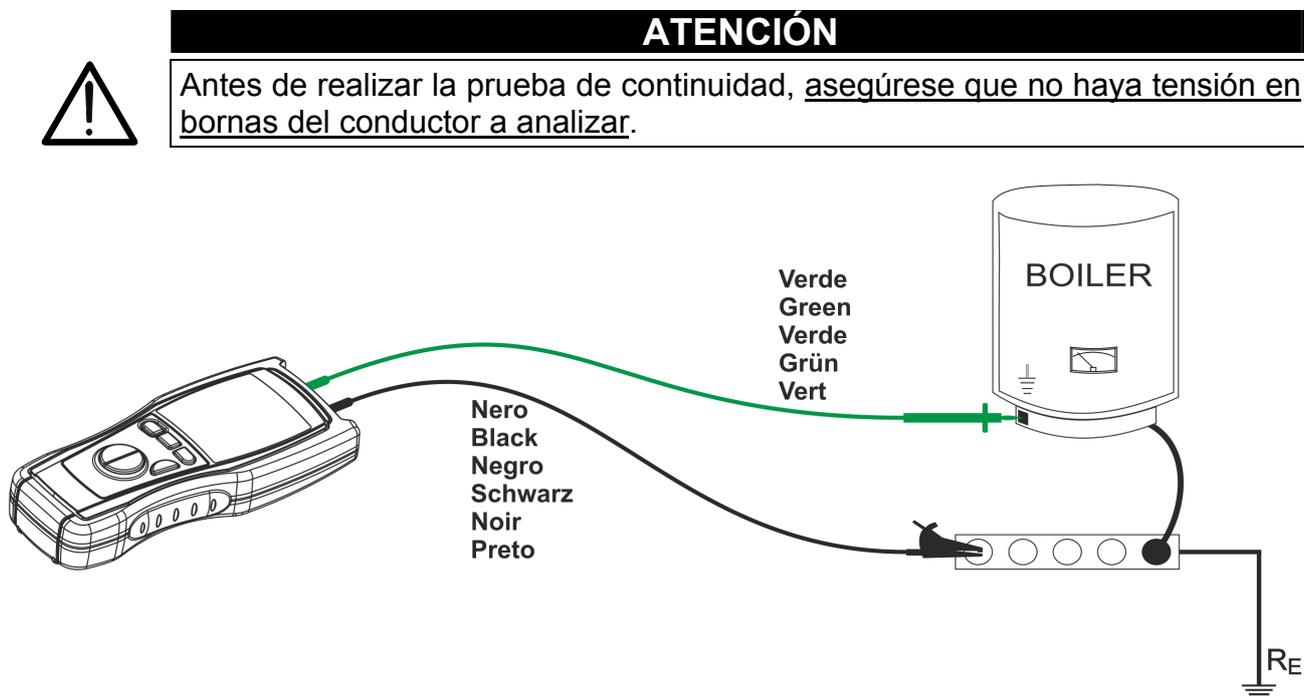

Fig. 9: Conexión de las puntas de prueba del instrumento en continuidad  $\Omega$  0.2A
7. Conecte los terminales del instrumento al conductor que se desea efectuar la prueba de continuidad (ver Fig. 9)